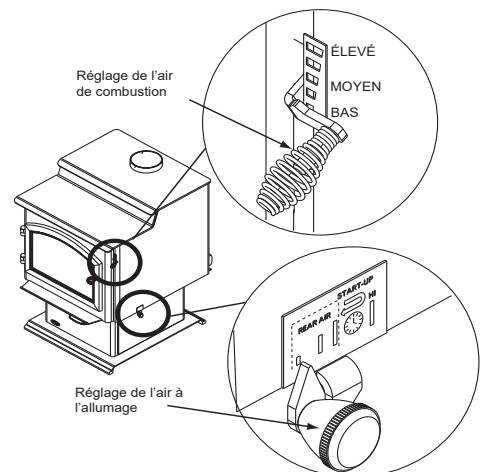
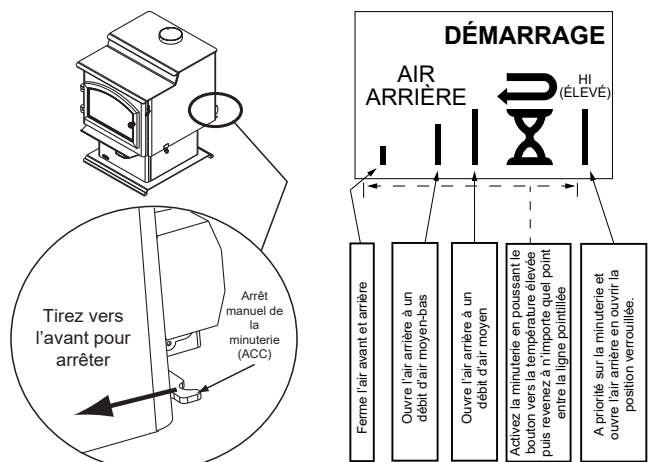
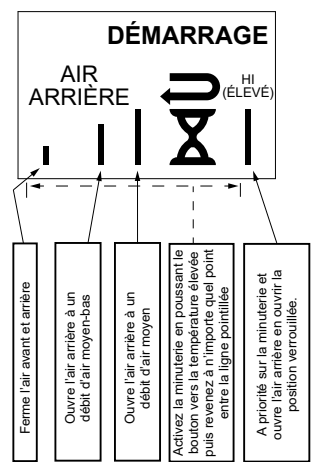

Figure 10.1
Figure 10.2
Figure 10.3
Pendant l'étape suivante de la combustion, le bois émet des gaz inflammables qui brûlent au-dessus du combustible en produisant des flammes intenses. Il est très important que les flammes ne s'éteignent pas pendant cette étape. Ceci garantira un feu aussi propre que possible. Si les flammes s'éteignent, le taux de combustion est réglé à un niveau trop bas pour entretenir la combustion. Le réglage d'air situé dans l'angle supérieur droit sert à régler le taux de combustion. Il est appelé réglage de l'air de combustion (Figure 10.1).
Cette admission d'air est située en haut sur l'avant de la boîte à feu, près du bord supérieur de la porte vitrée. Cet air préchauffé fournit l'oxygène nécessaire au mélange des gaz non brûlés pour créer une deuxième, troisième et quatrième combustion. Cet air est régulé par le réglage de l'air de combustion. Lorsque la commande est déplacée vers le haut, elle est sur le réglage maximum. Si elle est déplacée vers le bas, elle est sur le réglage minimum (Figure 10.1).
Pour engager le système de minuterie du contrôle automatique de la combustion (ACC), poussez le levier vers l'arrière de l'appareil à la position élevée, puis tirez vers l'avant de l'appareil, jusqu'à ce que le bouton s'arrête. La minuterie fermera lentement l'arrivée d'air en 25 minutes. Utilisez cette fonction lors du rechargement de combustible ou si vous désirez augmenter l'arrivée d'air (Figure 10.1, Figure 10.2 et Figure 10.3).
Ouvrez entièrement les systèmes de réglage de l'air de combustion et de l'ACC. Pour le Réglage de l'air de combustion, poussez la poignée à ressort vers le haut. Pour le système de minuterie de l'ACC, poussez le bouton vers l'arrière de l'appareil jusqu'à ce qu'il soit situé sous la position élevée (Figure 10.1).
Afin de maximiser la sortie de chaleur par le système de minuterie ACC, aussi connu comme brûlage élevé, poussez le levier de commande du réglage de l'air de l'ACC vers l'arrière de l'appareil et laissez-le ainsi. Ceci, combiné avec le levier principal du taux de combustion poussé vers le haut à la position la plus élevée, vous obtiendrez la plus grande quantité d'air nécessaire à obtenir la plus grande quantité de chaleur (Figure 10.1).
Si vous avez besoin de fermer le système ACC avant qu'il n'entre lui-même dans son cycle de fermeture, soit 25 minutes, recherchez le levier à l'arrière droit de l'appareil et tirez-le vers l'avant de l'appareil (Figure 10.2)
- Activez ensuite le système de minuterie ACC en poussant le bouton en position élevée, complètement vers l'arrière de l'appareil, puis ramenez-le vers l'avant de l'appareil jusqu'à ce que le bouton s'arrête (**Figure 10.1 à la page 10**).